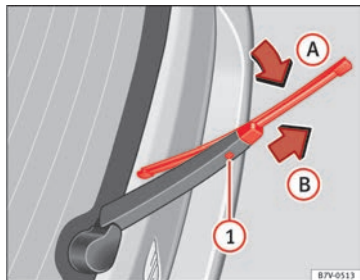

Abb. 114 Scheibenwischerblatt der Heckscheibe auswechseln.
- Wischerblatt leicht drehen ⇒ Abb. 114 (Pfeil A).